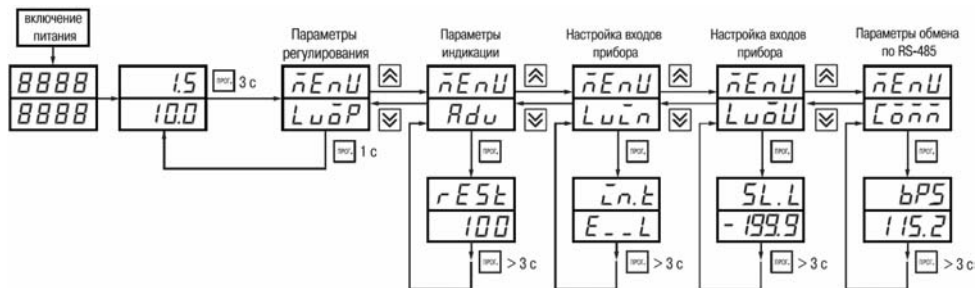

Рисунок 7.1
7.1.2 Основные параметры прибора TPM201 объединены в 5 групп: *LuōP*, *Adu*, *Luċn*, *LuōU* и *Ĉōnn*, составляющие меню прибора (рисунок 7.1). Полный список программируемых параметров приведен в приложении Б.